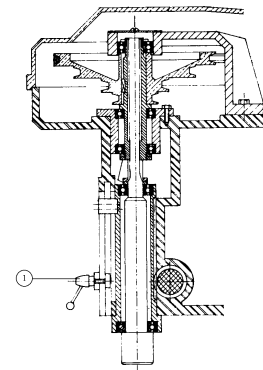

FIG.1
3.1 REGLAGE DE LA BUTEE DE PROFONDEUR (FIG.1)
Pour arrêter le perçage à la profondeur désirée ,desserrer la poignée (1) figure 1 et amener le vernier à la position indiquant la profondeur souhaitée sur la règle millimétrée ; bloquer la poignée et procéder au perçage .